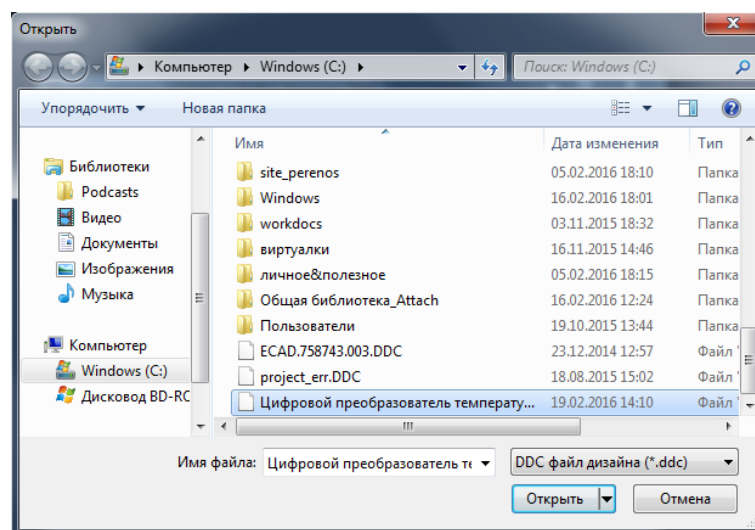

Рис. 349. Окно выбора файла импорта
3. В открывшемся стандартном окне операционной системы выберите файл для импорта проекта, см. Рис. 349. Файлы проектов имеют расширение **.ddc**.